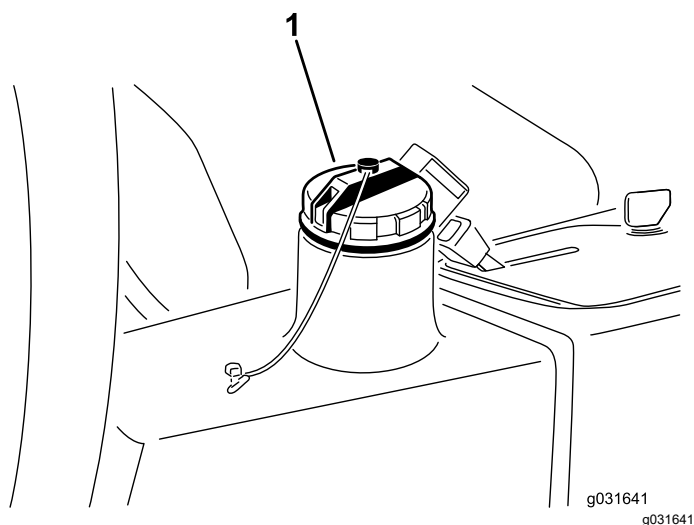

Figura 62
3. Retire a tampa do reservatório hidráulico (Figura 62).